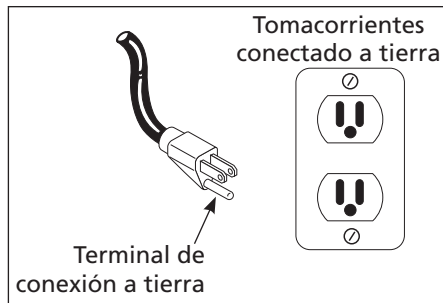

Figura 4 - Método de conexión a tierra
- Este producto está diseñado para circuitos nominales de 120 voltios y tiene un enchufe para conexión a tierra similar al de la Figura 4. Cerciórese de conectarlo a un tomacorrientes cuya configuración sea similar a la del enchufe. Este producto se debe conectar a tierra. En caso de que ocurra un cortocircuito, esto evitaría el riesgo de choque eléctrico al ofrecerle un cable de desvío a la corriente eléctrica. Este producto tiene un cordón con un alambre y terminal de conexión a tierra. Debe conectarlo a un tomacorrientes que esté instalado adecuadamente según los códigos y ordenanzas locales.